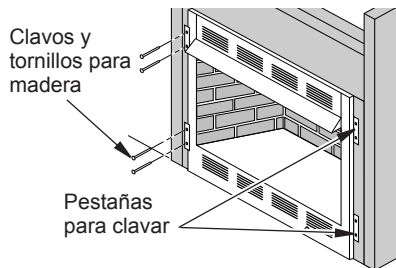

Figura 15 - Fijación del calefactor a las vigas de la pared
7. Fije el calefactor a las vigas de la pared utilizando clavos o tornillos para madera a través de los orificios de las pestañas para clavar (consulte la figura 15).